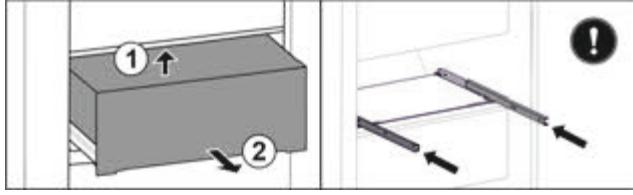

Fig. 99
- Підняти висувний ящик знизу назад. Fig. 99 (1)
- Вийняти висувний ящик рухом вперед. Fig. 99 (2)